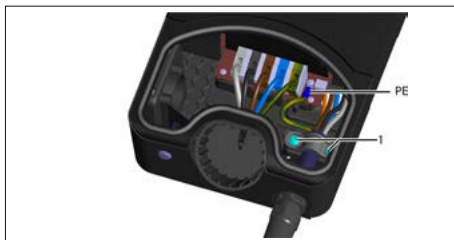

Fig. 06: Kabelklämma/PE-ledare till laddkabel
- ▶ Ta bort kabelklämman från laddkabel (Fig. 06; 1).